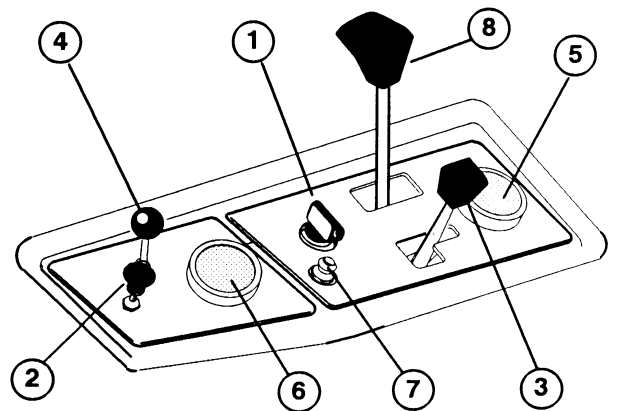

Bild 6
**Zündschloß** (Bild 6)—Das Zündschloß, mit dem der Motor angelassen und abgestellt wird, hat drei Stellungen: AUS, EIN und START.
**Choke** (Bild 6)—Um den Motor anzulassen, den Choke schließen, indem der Chokehebel nach außen in die FULL [VOLL]-Stellung gebracht wird. Wenn der Motor angesprungen ist, den Choke so regeln, daß der Motor ruhig läuft. Den Choke sobald wie möglich wieder durch nach innen stellen des Hebels in die OFF [AUS]-Stellung schließen.
**Gashebel** (Bild 6)—Mit dem Gashebel wird die Motordrehzahl geregelt. Vorwärtsstellen des Gashebels erhöht die Motordrehzahl—FAST [SCHNELL]; Rückwärtsstellen dreht die Motordrehzahl zurück—SLOW [LANGSAM].
**Sprühwaschkontrolle** (Bild 6)—Den Hebel zum Aktivieren des Rollensprühwaschsystems aufwärts ziehen. Den Schalthebel auf- oder abwärts stellen, um die Sprührate so zu regeln, daß die Rollen immer frei von Ablagerungen bleiben.
**Betriebsstundenzähler** (Bild 6)—Der Betriebsstundenzähler zeichnet die Betriebsstunden auf, die der Motor absolviert hat. Den Betriebsstundenzähler zum Bestimmen der Wartungs- und Schmierintervalle benutzen.
**Wasserdruckanzeige** (Bild 6)—Zeichnet den Wasserdruck im System auf. Wirkt gleichfalls als Sicherheitsschalter, indem der Anlauf der Wasserpumpe verhindert wird, wenn der Wasserdruck unter 138-193 kPa fällt oder die Wasserpumpe gestoppt wird, wenn der Druck unter 48-89,6 kPa fällt. Die Anzeige regelmäßig ablesen, um den Wasserdruck zu überwachen.
**Rückstellaste-Sicherungsautomat** (Bild 6)—Eine Drucktaste zum Rückstellen des Sicherungsautomaten, nachdem eine Störung im elektrischen System behoben wurde. Mit dieser Taste wird gleichzeitig der Strom zu den Relais unterbrochen.
**Abstandskontrollhebel** (Bild 6)—Bewegen des Hebels weg vom Handgestänge führt zu höherer Auflockerungsfahrtgeschwindigkeit und Abständen zwischen den Löchern. Bewegen des Hebels in Richtung Handgestänge reduziert die Auflockerungsfahrtgeschwindigkeit und den Abstand zwischen den Löchern. Die Einstellung wird übersteuert, wenn die Maschine in die Transportstellung geschaltet wird.